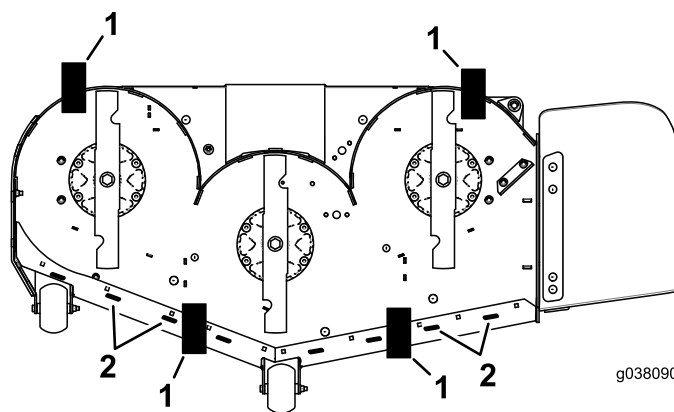

Figura 89
11. Posizionate i 2 blocchi (vedere la tabella dell'angolo di spoglia e dell'altezza del blocco) sotto il bordo posteriore della falda del piatto di taglio; 1 su ogni lato del piatto di taglio (Figura 89).